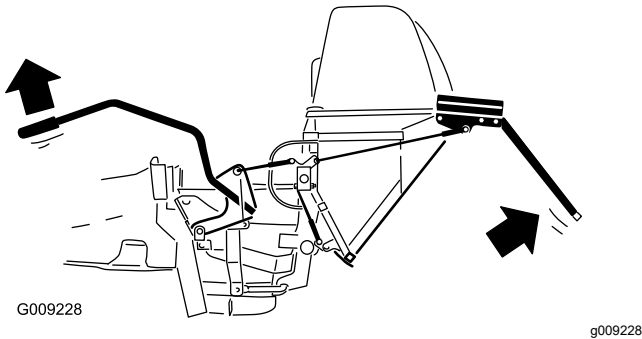

Figure 38
3. Presione la palanca hacia abajo para cerrar la puerta (Figure 38).